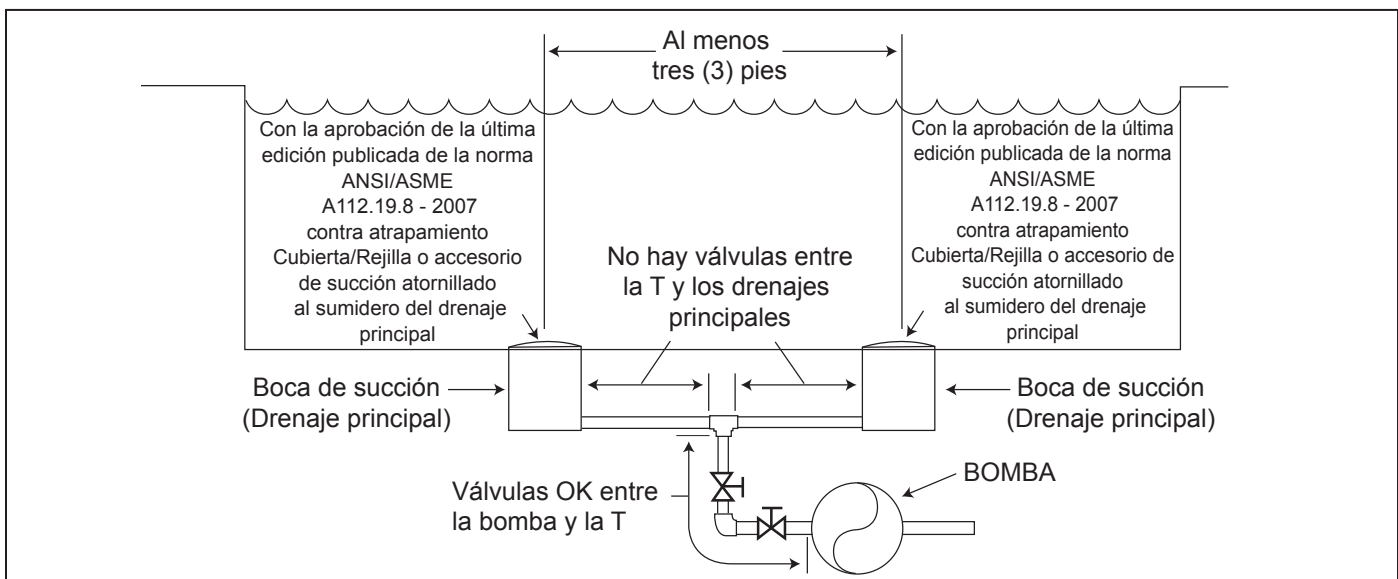

Figura 1. Número de bocas de succión por bomba
Número de las bocas de succión por bomba – Deben proporcionarse al menos dos (2) drenajes principales hidráulicamente equilibrados, con sus tapas, como bocas de succión para cada línea de succión de la bomba de circulación. Los centros de los drenajes principales (bocas de succión) en una (1) línea de succión deben estar separados por lo menos tres (3) metros de distancia, de centro a centro. Véase Figura 1.
El sistema debe estar construido para incluir al menos dos (2) bocas de succión (drenajes) conectadas a la bomba siempre que la bomba esté funcionando. Sin embargo, si dos (2) colectores principales llegan a una sola línea de succión, esta línea de succión individual puede ser equipada con una válvula que cerrará los dos drenajes principales de la bomba. El sistema deberá ser construido de tal manera que no permita el cierre por separado o independiente (aislamiento) de cada uno de los drenajes. Véase Figura 1.